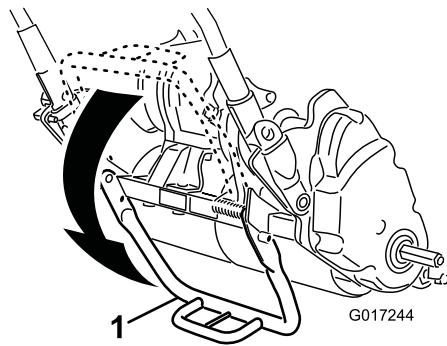

Figura 19
1. Empurre o apoio para baixo com o pé e puxe o manípulo para cima até que o apoio tenha rodado para a frente, em direção ao centro (Figura 19).